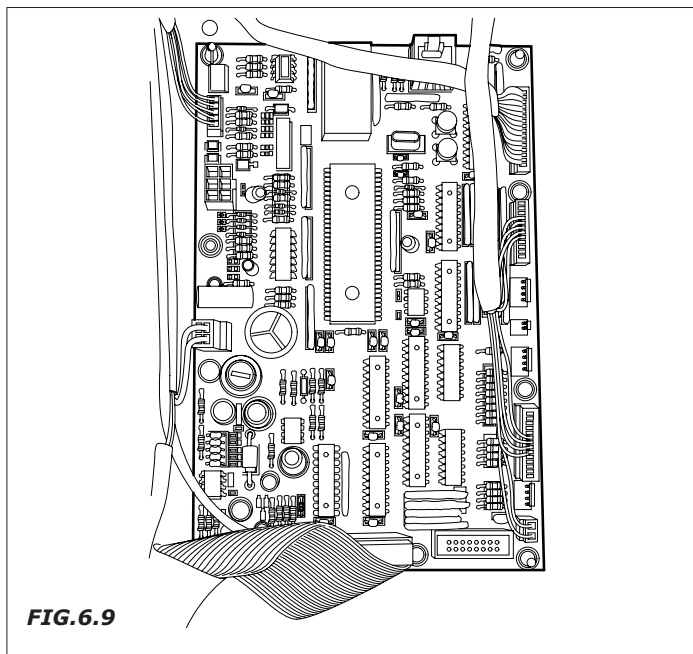

FIG.6.9
6.6 Scheda elettronica (Fig. 6.9)